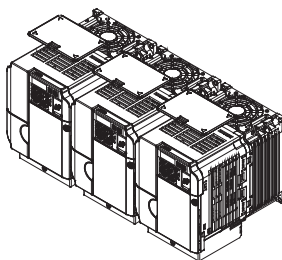

図 2.4 閉鎖壁掛形 (NEMA Type1) のサイドバイサイド取付け
**重要：**閉鎖壁掛形 (NEMA Type1) のインバータをサイドバイサイドで取り付ける場合は、図 2.4 に示すように、インバータの上部カバーをすべて外してください。